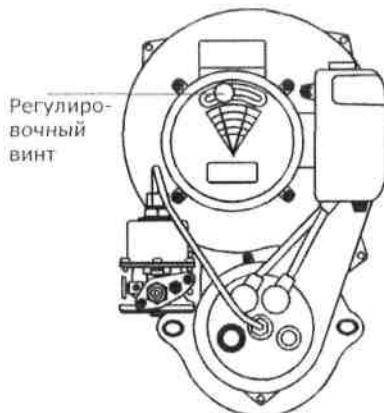

Рис. 39.1.
1.2. Регулировка подачи воздуха в камеру сгорания котла выполняется воздушной заслонкой (см. рис. 39.1.). При выполнении регулировки воздушной заслонкой критерием настройки является цветность пламени, при этом: